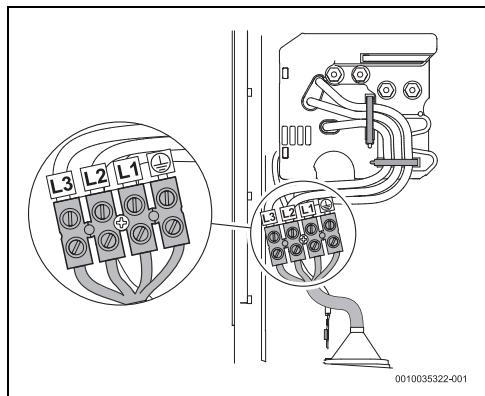

Fig. 100 Raccord inférieur
- Raccordement inférieur (fig. 100)